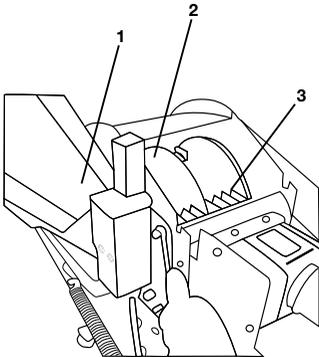

Bild 1
Stellen Sie den Schredder auf eine ebene Fläche. Kontrollieren Sie den festen Sitz des Gegenmessers am seitlichen Trichter. Stecken Sie den seitlichen Trichter (1) auf die vier angeschweißten Bolzen am Schredderseitenteil und schrauben Sie ihn fest (siehe „Bild 1“).